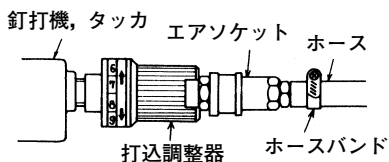

図 19
打込調整器（図5－①）は、釘打機・タッカのハンドル部に取付け手元で簡単に打ち込み深さの調整をするものです。（図19）